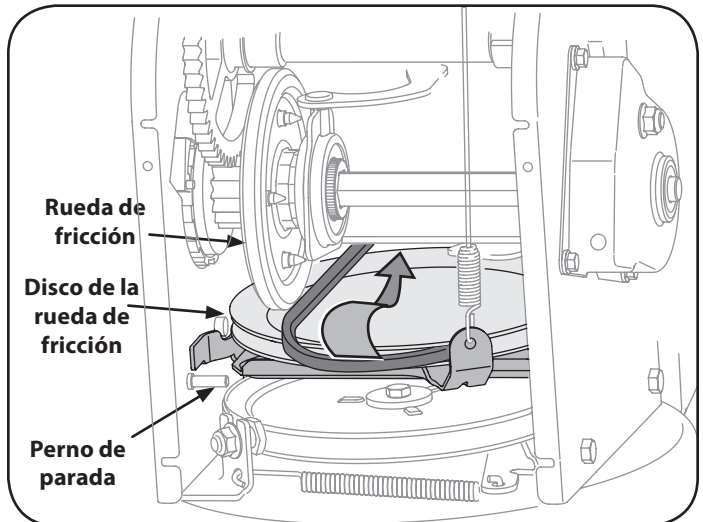

Figura 35
- Detrás la parada se escapa para aumentar la autorización entre el disco de rueda de fricción y rueda de fricción. Vea la figura 35.
- Deslice la correa de la transmisión fuera de la polea y de entre la rueda de fricción y el disco de la rueda de fricción. Vea la figura 35.